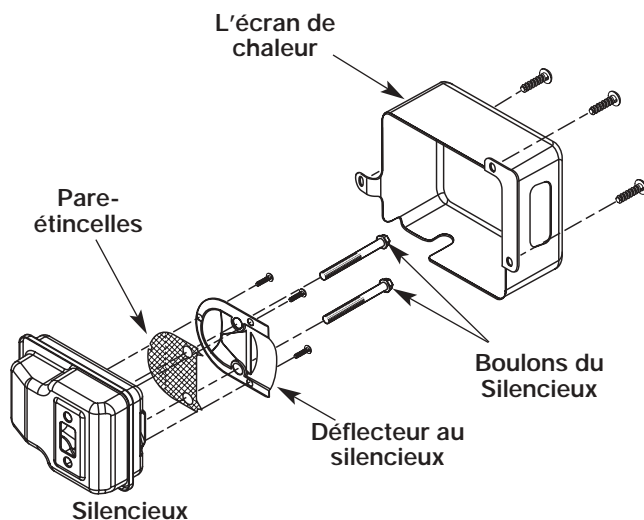

Fig. 14
4. Dévissez les trois vis restantes qui attachent le déflecteur au silencieux. Enlevez également les deux boulons. Servez-vous d'un tournevis cruciforme pour les vis et d'un tournevis torx T-25 pour les boulons du silencieux (Fig. 14).